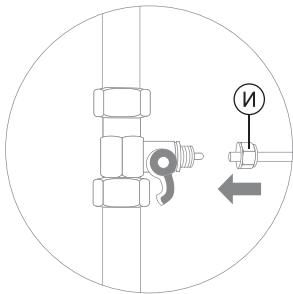

Рис. 13
2. В гайку (И) вставьте пластиковую трубку, идущую на вход в систему (рис. 13). Конец трубы наденьте на штуцер тройника-адаптера до упора и плотно закрутите гайку (рис. 14).